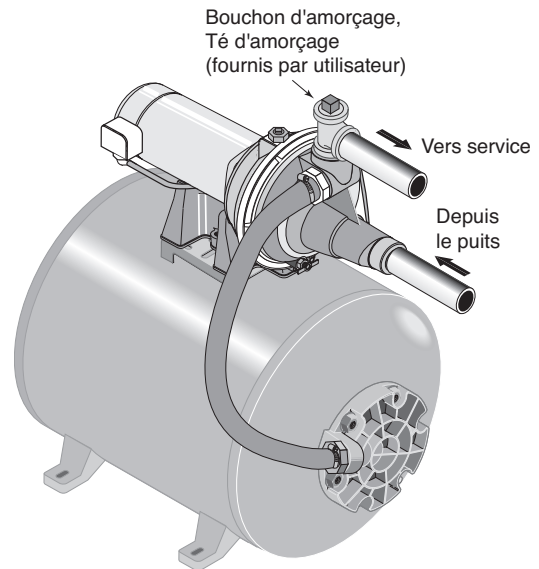

Figure 1
Quand on utilise un clapet de pied, il est recommandé d'installer un té et un bouchon d'amorçage comme illustré à la figure 1.
REMARQUE : Pour amorcer correctement la pompe, installer un raccord en T dans la tuyauterie de refoulement (voir la figure 1, page 17).
1. Retirer le bouchon d'amorçage (acheté séparément, figure 1, page 17).